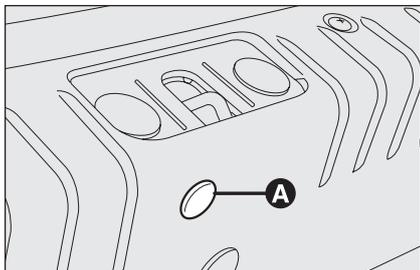
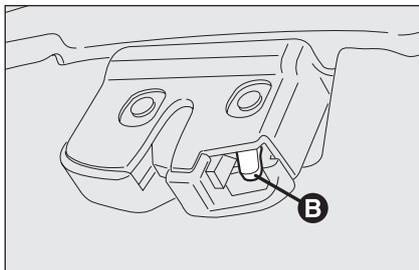

fig. 72
fig. 73
- operando all'interno del bagagliaio, togliere il coperchio **A-fig. 72** e successivamente agire sulla levetta **B-fig. 73**.